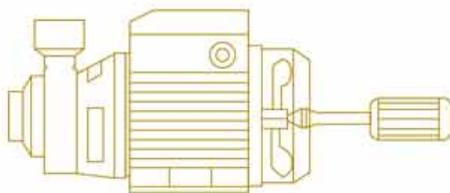

Figura 1
- Con un desarmador plano, intentar girar la flecha del motor, por la parte de atrás de la tapa del abanico. (*Figura 1*)